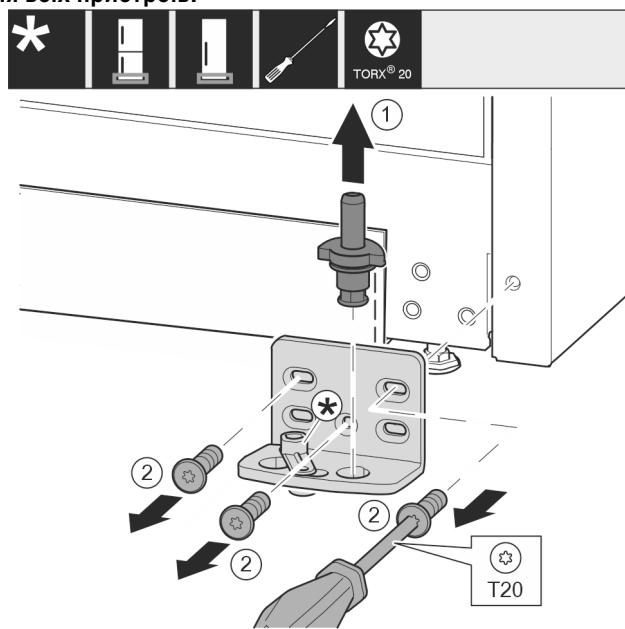

Fig. 11
- Опорний гвинт цілком витягніть рухом вгору. Fig. 11 (1)
- Викрутіть гвинти за допомогою викрутки T20 та зніміть опорний кронштейн. Fig. 11 (2)